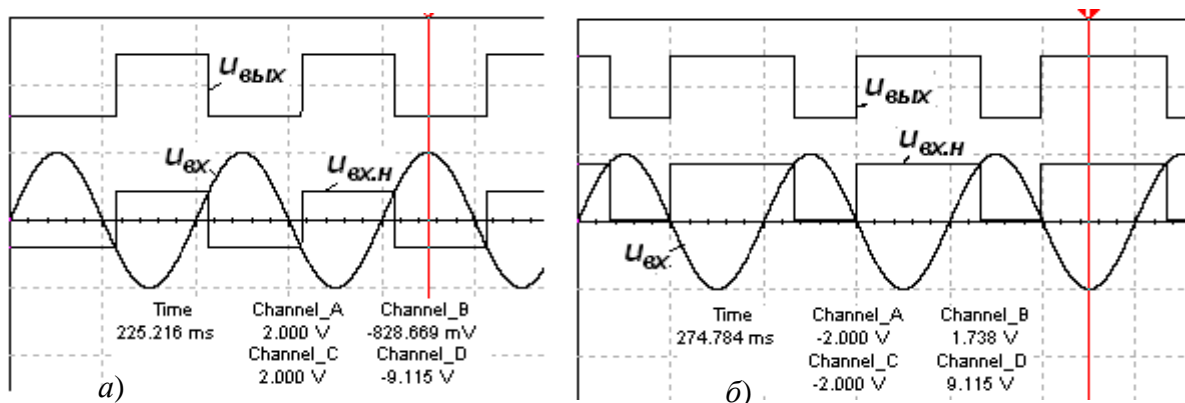

Рис. 4.7
2.1. Задать режим синусоидального напряжения функционального генератора **XFG1**, амплитуду $U_m = 1,5$ В, частоту $f = 10$ Гц, смещение уровня напряжения вниз по вертикали на $-1,5$ В и ЭДС $E_1 = 0$ генератора постоянного напряжения **E1**. **Установить** переключатель **A** в верхнее положение и **замкнуть** ключ **B**. **Запустить** программу моделирования и, воспользовавшись визирными линиями, в окне осциллографа **XSC1** **измерить** параметры выходного напряжения ($U_{вых}^-$, $U_{вых}^+$ и $t_1 = t_2$) типа меандр. **Скопировать** окно осциллографа (см. рис. 4.7, а) на страницу отчёта. **Повторить** операции п. 2.1 при $E_1 = u_{on} = 0,8$ В.
2.2. Установить переключатель **A** в нижнее положение и **разомкнуть** ключ **B**, тем самым подав, кроме синусоидального напряжения $u_{вх}$, сигнал помехи на инвертирующий вход ОУ от генератора **E4** и разомкнув цепь ПОС. **Запустить** программу на исполнение. **Скопировать** окно осциллографа (см. рис. 4.7, а) на страницу отчёта.
2.3. Замкнуть ключ **B**, восстановив цепь ПОС. **Запустить** программу на исполнение. **Скопировать** окно осциллографа (см. рис. 4.7, б) на страницу отчёта. **Сравнить** выходные сигналы компаратора, полученные в результате выполнения операций п. 2.2 и п. 2.3.